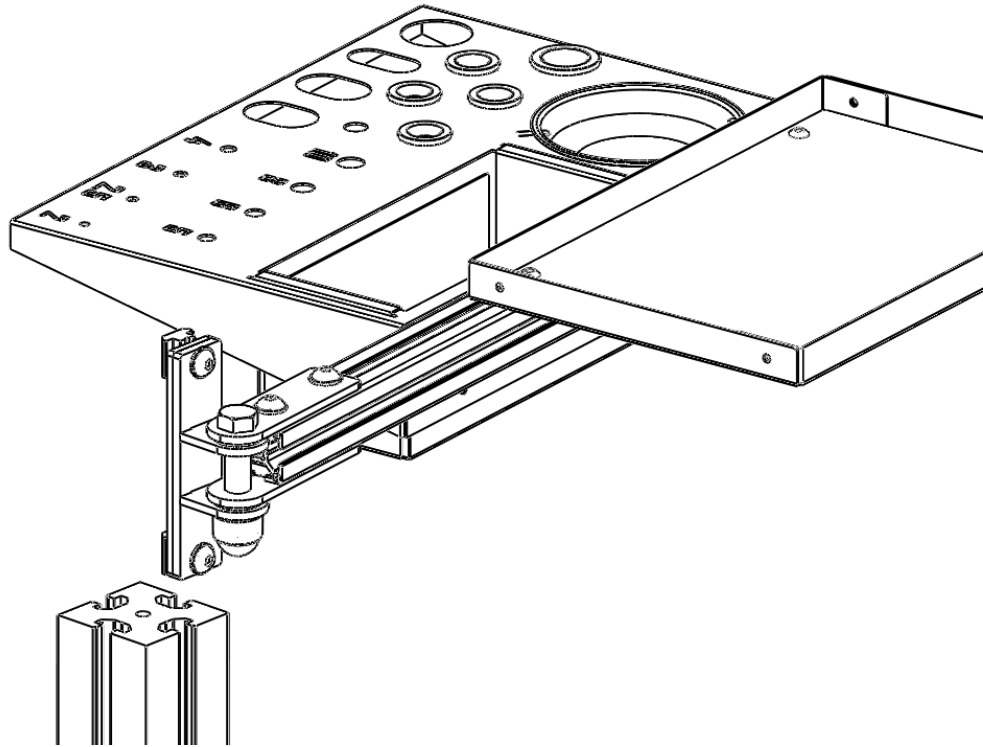

Figura 1
2. Retire la cubierta de plástico del brazo adicional (Figura 1). Use una herramienta de plástico para proteger el aluminio.